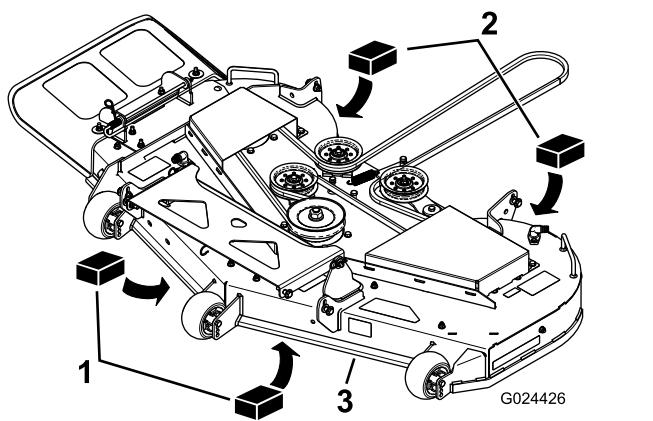

Figura 61
3. Coloque dos bloques de 6.6 cm (2 $\frac{5}{8}$ ") debajo de cada lado del borde delantero de la carcasa, pero no debajo de los soportes de los rodillos protectores del césped (Figura 61).
4. Coloque dos bloques de 7.3 cm (2 $\frac{7}{8}$ ") debajo del borde trasero del faldón de la carcasa de corte, uno en cada lado de la carcasa de corte (Figura 61).